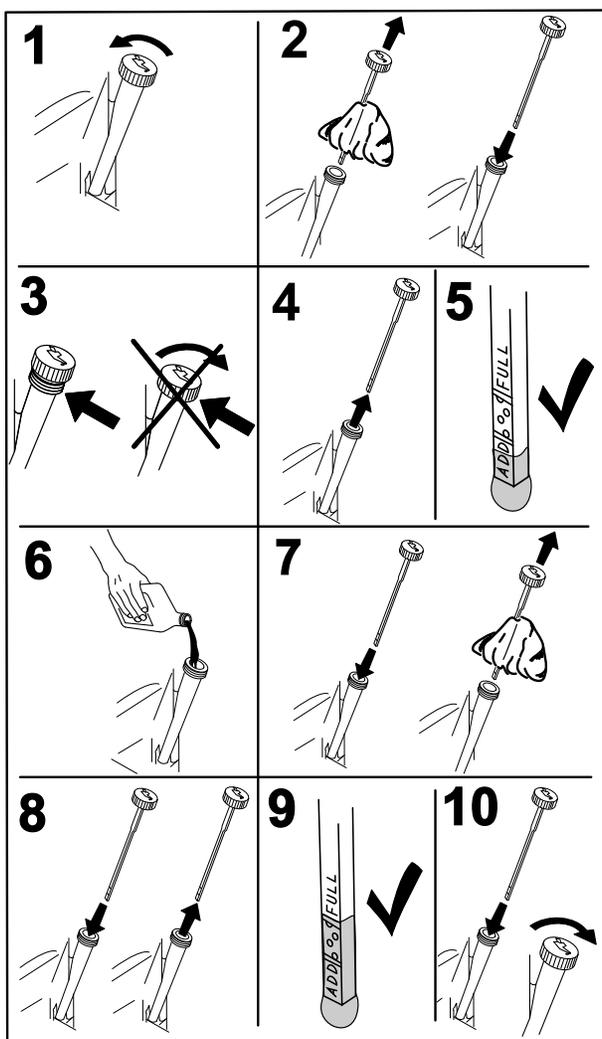

Figure 48
2. Avant de quitter la position de conduite, coupez le moteur, enlevez la clé de contact et attendez l'arrêt de toutes les pièces mobiles (Figure 48).